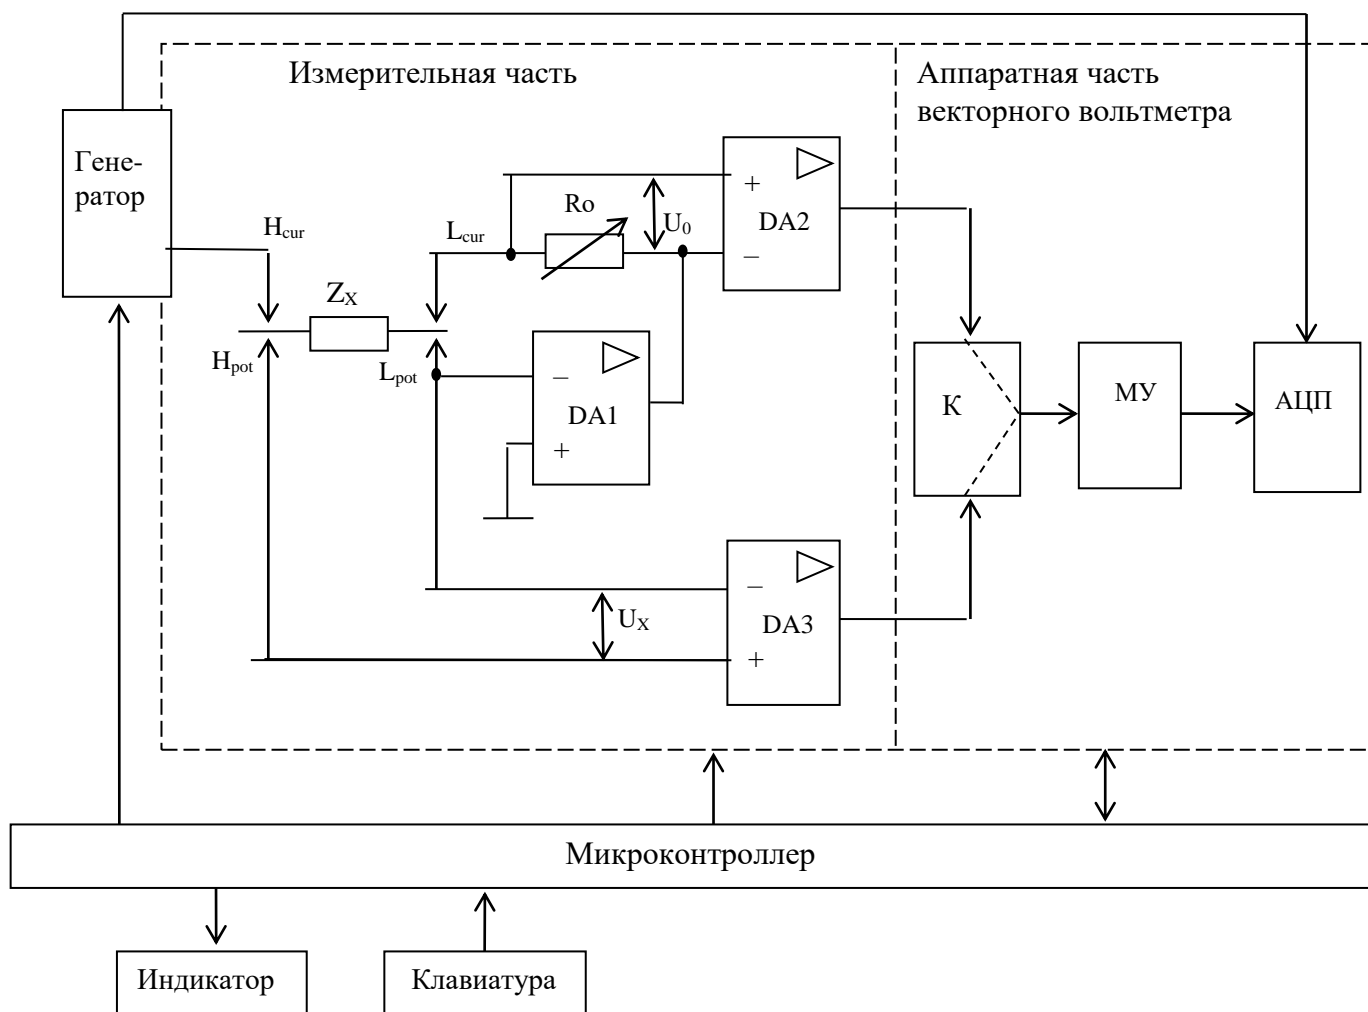

Рисунок 4.1 – Структурная схема прибора
4.1 Прибор состоит из следующих основных частей (рисунок 4.1):